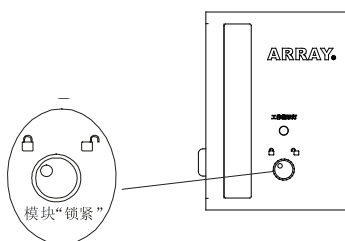

图 7-3
2) 检查已安装的 UPS 模块的前面板上的定位锁, 确认所有模块的定位锁都处于“”状态 (图 7-3)。